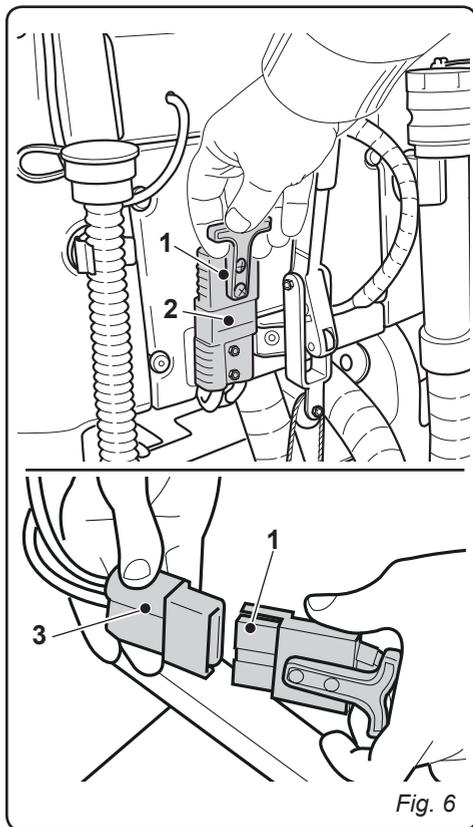

Fig. 6
- Lasciare in carica le batterie fino all'illuminazione del led (7) "Verde", quindi staccare il cavo (5) di alimentazione e riporlo.
- Ricollegare la spina (1) delle batterie alla presa (2) dell'impianto.
4.1.b - Carica della batteria tramite caricabatterie esterno (Fig. 6)
- Staccare la spina (1) delle batterie dalla presa (2) dell'impianto.
- Collegare la spina (1) delle batterie alla presa (3) del caricabatterie esterno.
- Alla fine della ricarica delle batterie ricollegare la spina (1) delle batterie alla presa (2) dell'impianto.